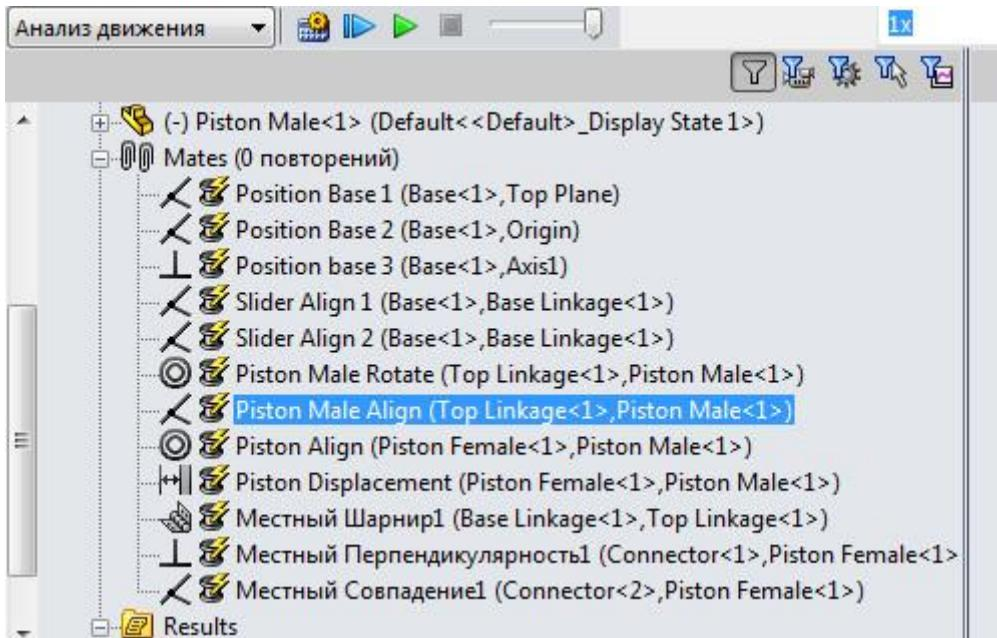

Рис. 26. Індикація використання податливих втулок.
2. Розгорніть my_Piston Female і виберіть Точка1. (рис. 26)
Значки змінених локальних спряжень обновляться для індикації заміни на автоматичні втулки (див. рис. 26).